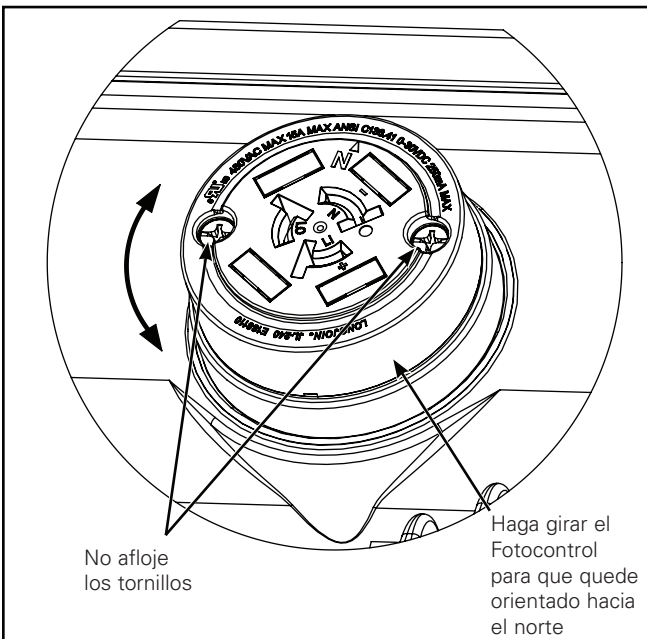

Figura 1. (7 PINES sin herramientas)
**Nota:** No afloje los tornillos del receptáculo de 7 pines que no requiere usar herramientas. (Figura 1.)